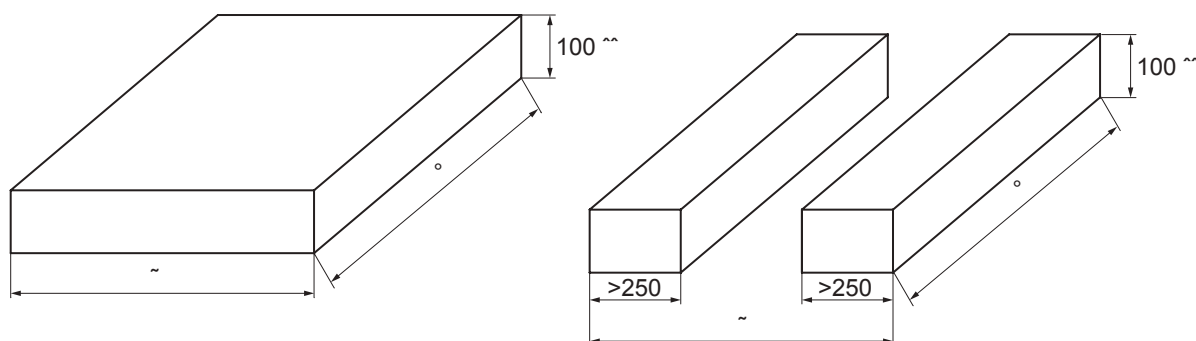

Рис. 11.1.
11.1.2. Блок должен устанавливаться на бетонном основании или стальном каркасе (швеллерах) (рис. 11.1).